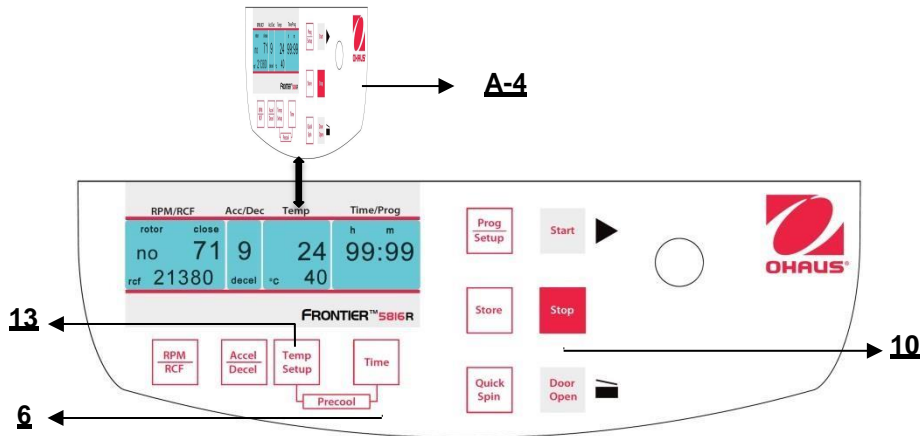
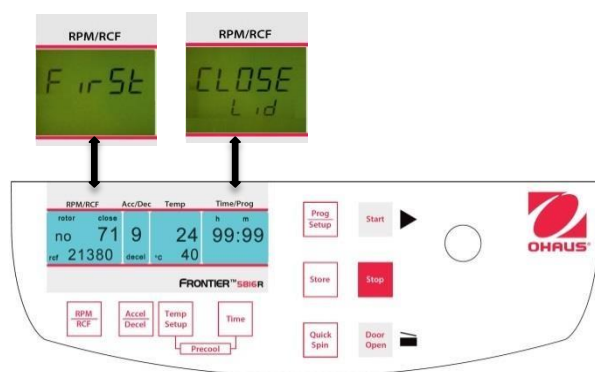

Abbildung. 23
Abbildung 26
Schließen Sie den Deckel der Zentrifuge. Fahren Sie nun fort wie zuvor beschrieben, um alle wichtigen Durchlaufparameter einzustellen. Wenn der Deckel nicht geschlossen ist, wenn Sie das Programm speichern, blinken auf der Anzeige **"RPM/RCF"** (A-1) die Worte **"FirSt"** und **"CLOSE Lid"** (siehe Abbildung 23) abwechselnd. Wenn Sie den Durchlauf starten möchten, ohne das Programm zu speichern, blinken auf der Anzeige **"RPM/RCF"** (A-1) die Worte **"FirSt"** und **"PrESS StoreE"** (siehe Abbildung 26) abwechselnd.
Sie können die Zentrifuge entweder mit der Taste **"Start"** (9) (siehe Abbildung 26) oder der Taste **"Quick Spin"** (8) starten.